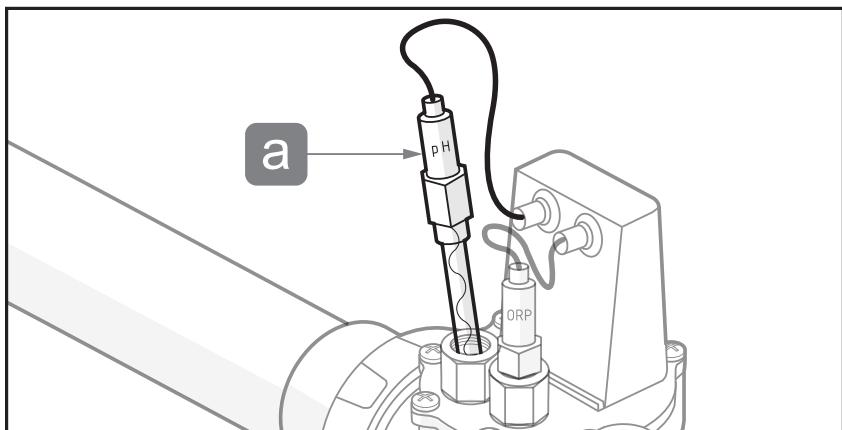

Figura 8. Inserte parcialmente
12. Agite el sensor de pH para eliminar el agua residual. Inserte parcialmente el sensor de pH en Jandy TruSense, consulte la Figura 8. NO coloque el sensor en el piso ni toque el tubo de vidrio.